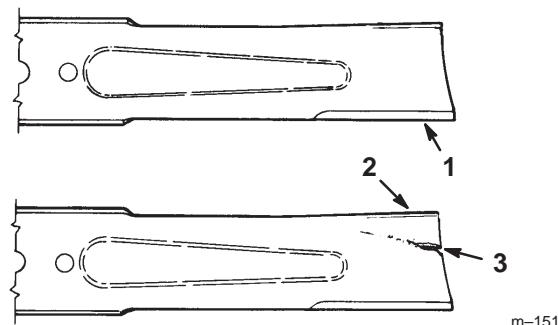

Bild 10
1. Untersuchen Sie die Schnittkanten (Bild 10). Entfernen und schärfen Sie die Messer, wenn die Kanten nicht scharf sind oder Auskerbungen aufweisen. Siehe Schärfen der Messer, Seite 13.
2. Untersuchen Sie die Schnittmesser, insbesondere den gebogenen Bereich (Bild 10). Wenn Sie Schäden, Verschleiß oder Rillenbildung in diesem Bereich feststellen (Bild 10), muss sofort ein neues Schnittmesser eingebaut werden.